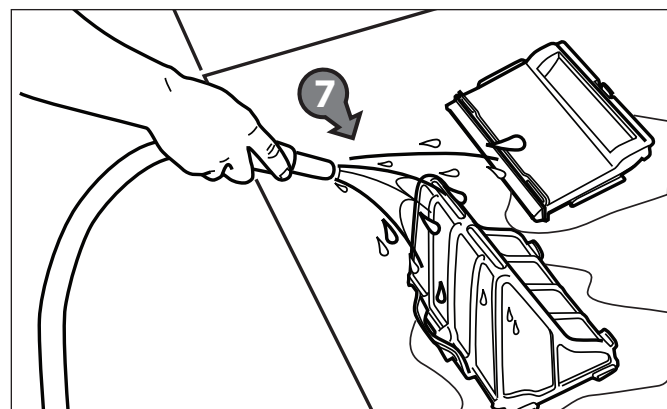

Figure 28. Laver le sac filtrant
9. Laver le sac filtrant, le support du filtre et le nettoyeur sous l'eau ou à l'aide d'un tuyau (7). Se référer à la Figure 28.